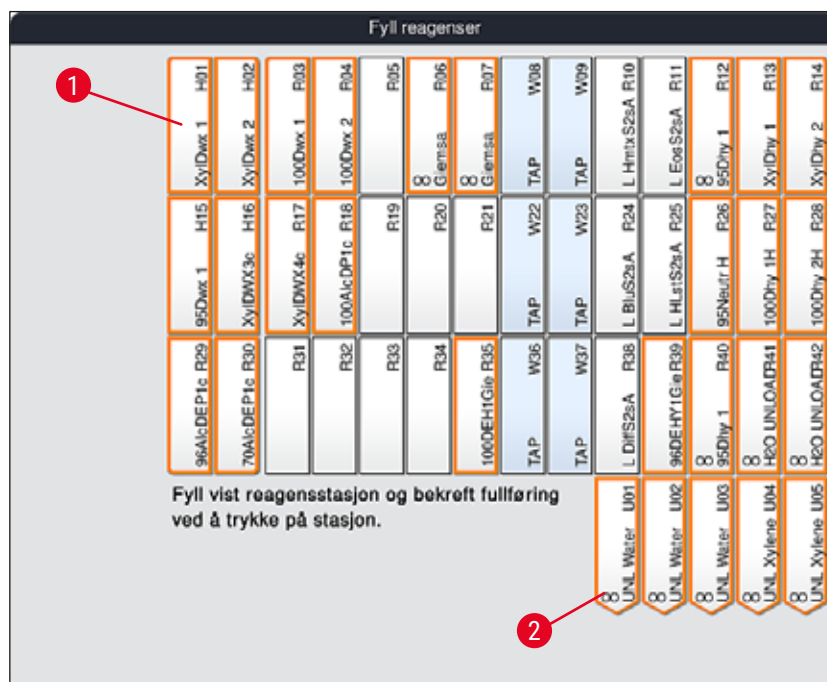

Fig. 56
2. I det nye vinduet **Fyll reagenser** (→ "Fig. 56") er stasjonene som skal fylles, merket med oransje (→ "Fig. 56-1").
Bare brukerdefinerte reagenser og reagenser som er lagt til Leica-fargeprogrammene vises med oransje markering (→ "Fig. 56"). Deretter skannes reagensene fra Leica-reagenssettet (→ S. 81 – Fylle reagenser i Leica-reagenssettet).